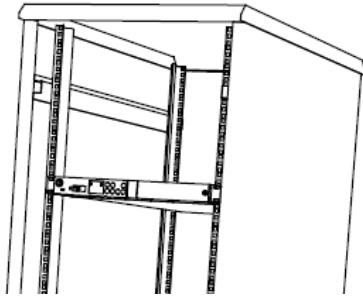

Рис. 2
**5.2.1** Установить МГП в серверную стойку и прикрутить к направляющим (рис. 2).